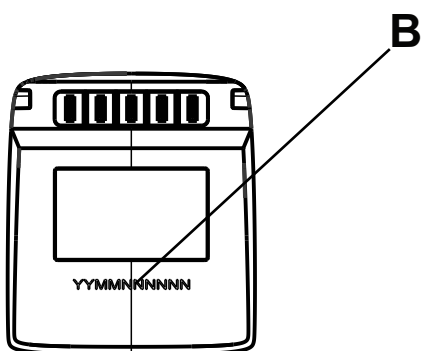
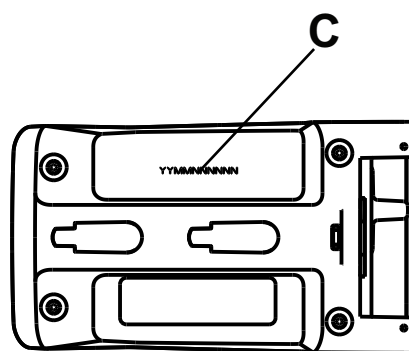

Figure 2 – Emplacement du numéro de série de la batterie Alvarium
Figure 3 – Emplacement du numéro de série du chargeur Alvarium
Voir ci-dessous pour les emplacements des numéros de série de la batterie (B) et du chargeur (C) (Figure 2 et Figure 3).